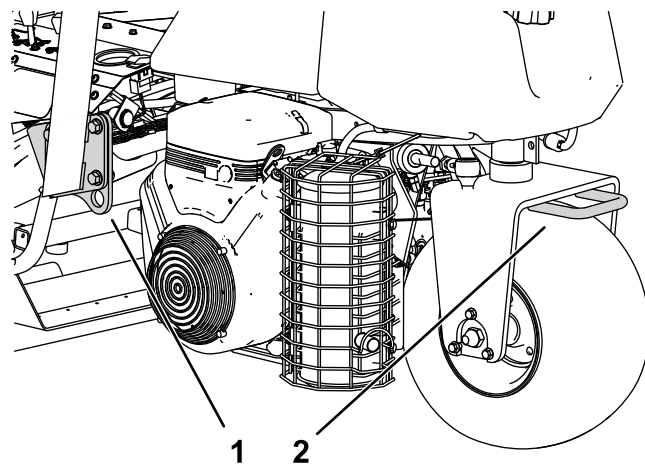

Рисунок 28
- Надежно закрепите машину с помощью ремней, цепей, тросов или веревок. И передний, и задний ремни должны быть направлены вниз и в сторону от машины (Рисунок 28).